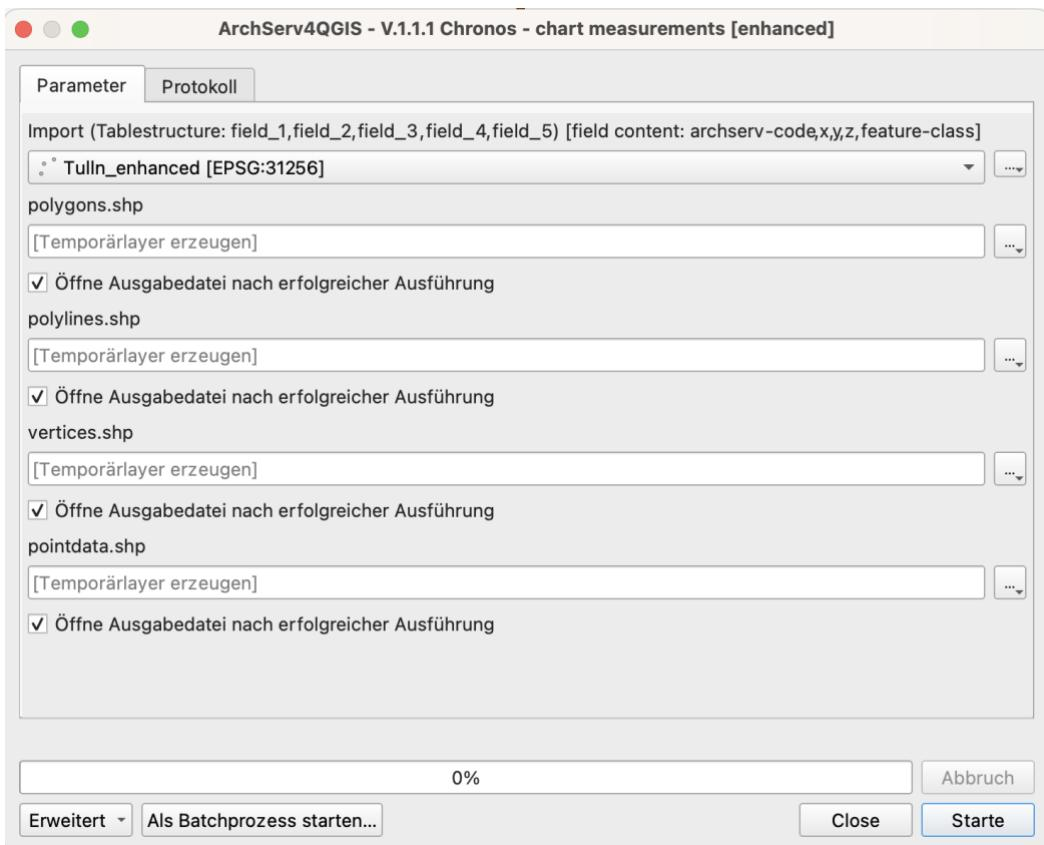

fig. 6 – Starten Sie den Algorithmus mit der Ausgabe von „Temporärlayern“.
8. Im geöffneten **ArchSurv4QGIS Verarbeitungsfenster** sollte unter „**Import**“ bereits Ihre zu verarbeitende Textdatei ausgewählt sein. Sollte dies nicht der Fall sein, wählen Sie über das Drop-Down Menü Ihre Textdatei aus. (fig. 6)